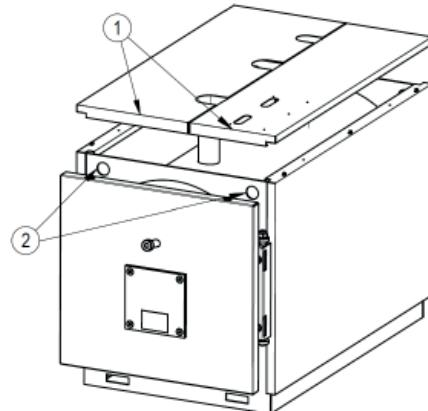

fig. 5
5.2.1 Per modelli PREXTERM RSW 92N÷600N (Fig. 5)